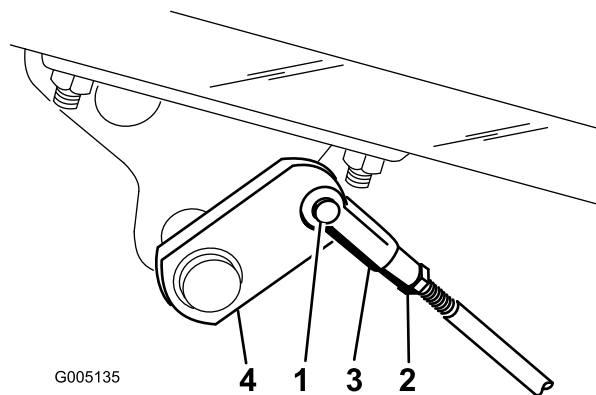

図 57
2. ブレーキが片効きであれば、コッター・ピンとクレビス・ピンを外して、ブレーキロッドを外す（図 57）。
3. ジャムナットをゆるめ、クレビスを調整する（図 57）。
4. クレビスをシャフトに取り付ける（図 57）。